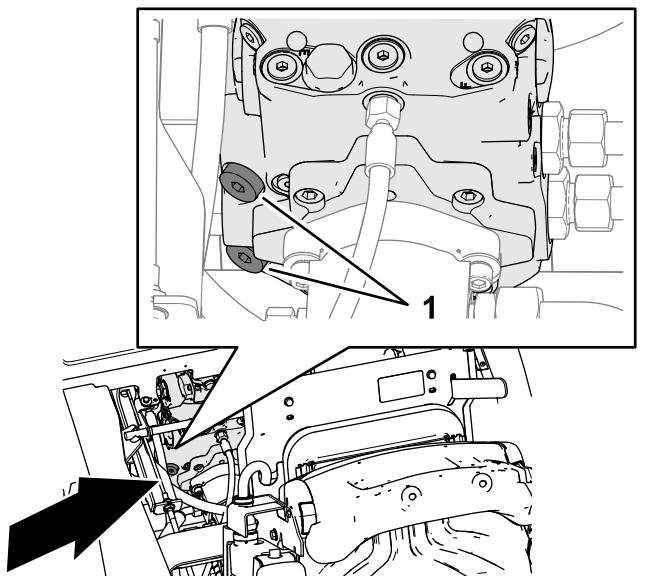

Bild 36
3. Verwenden Sie einen 8 mm Innensechskantschlüssel, um die beiden Innensechskantstopfen für die Entlastungsventile der Getriebepumpe um drei Umdrehungen im Uhrzeigersinn zu drehen (Bild 36).